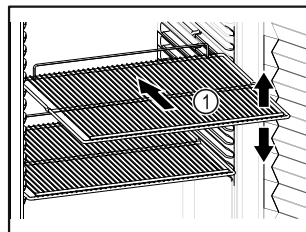

Fig. 71 Simbolična slika
- Če je odlagalna rešetka Fig. 71 (1) premična, jo prilagodite po višini.